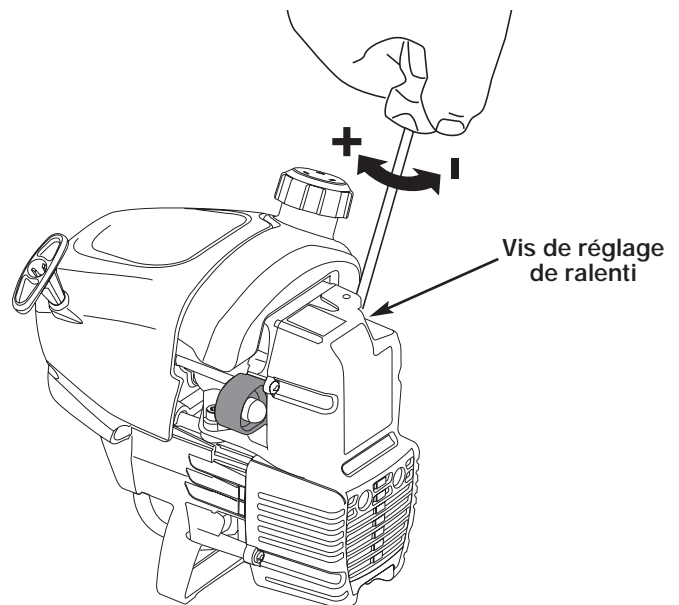

Figure 33
Le régime ralenti du moteur est réglable par le couvercle du filtre à air/silencieux (Fig. 33).
2. Relâchez le levier d'accélérateur et laissez le moteur au ralenti. Si le moteur s'arrête, insérez un petit tournevis à embout cruciforme ou à tête plate dans le trou du couvercle du filtre à air/silencieux (Fig. 33). Vissez la vis de ralenti de 1/8 de tour à la fois (selon le besoin) jusqu'à ce que le moteur se mette bien au ralenti.